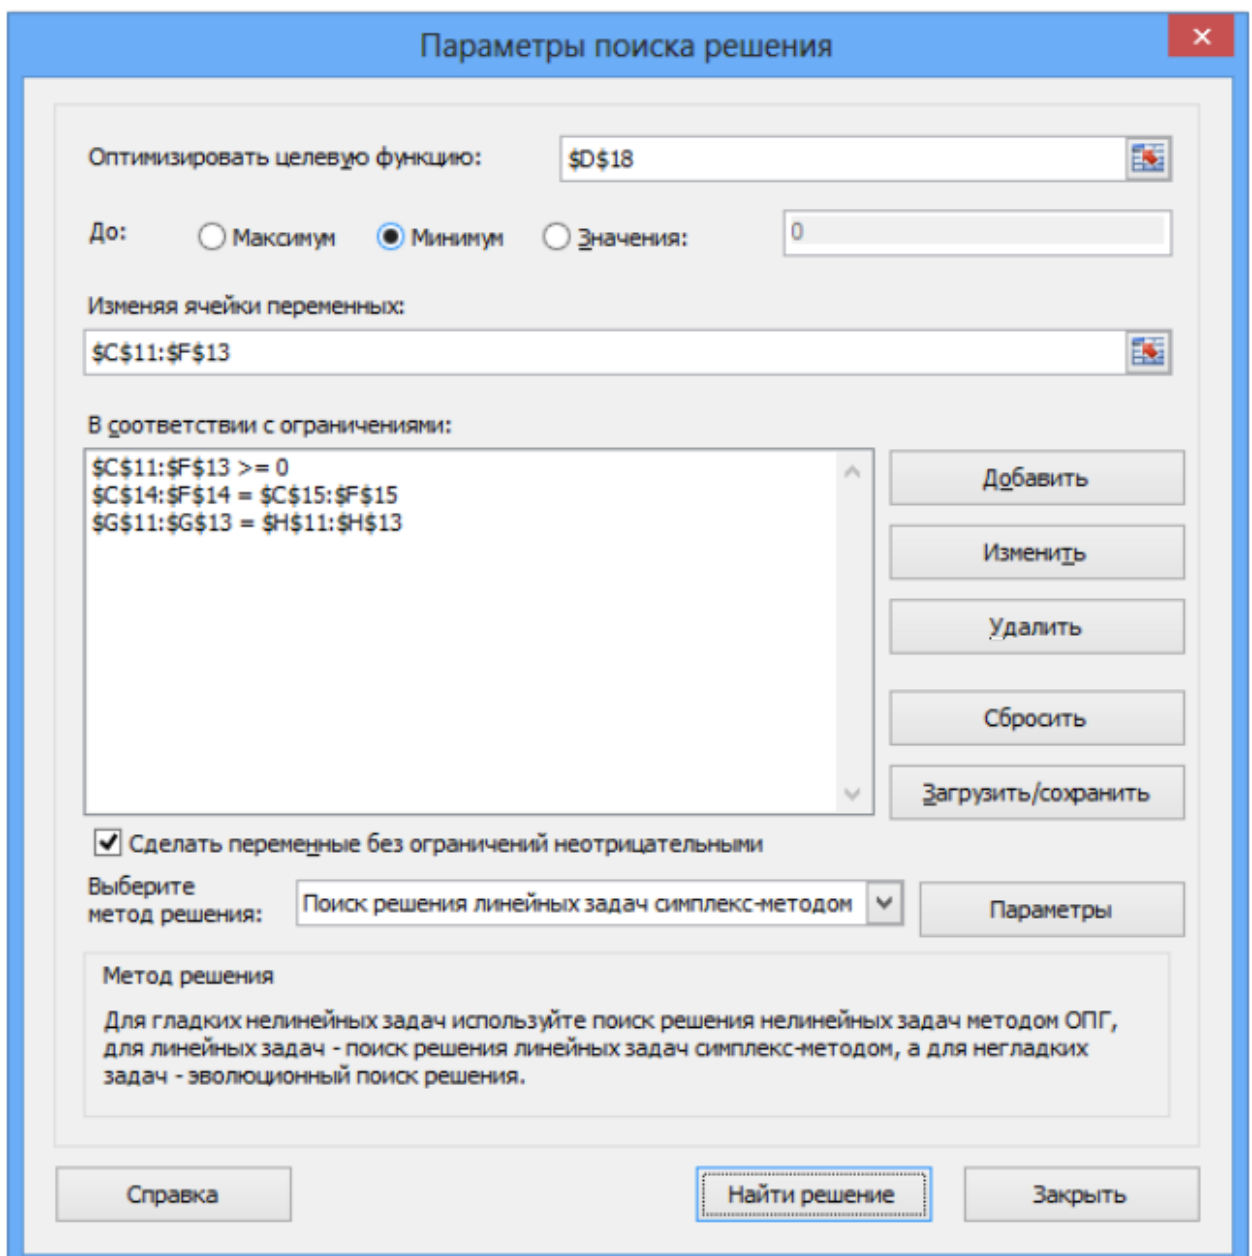

Рис. 2.2
9. В появившемся окне «Параметры поиска решения» нужно выполнить необходимые установки (см. рис. 2.2):